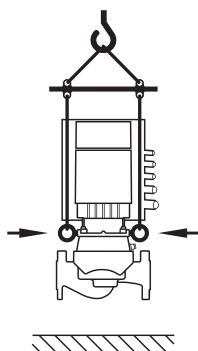

Fig. 8: Transport der Pumpe
- Der Transport der Pumpe ist mittels zugelassener Lastaufnahmemittel (z. B. Flaschenzug, Kran etc.) durchzuführen. Sie sind an den am Motorflansch vorhandenen Transportösen zu befestigen (Fig. 8, hier dargestellt: Heberichtung mit vertikaler Motorwelle).